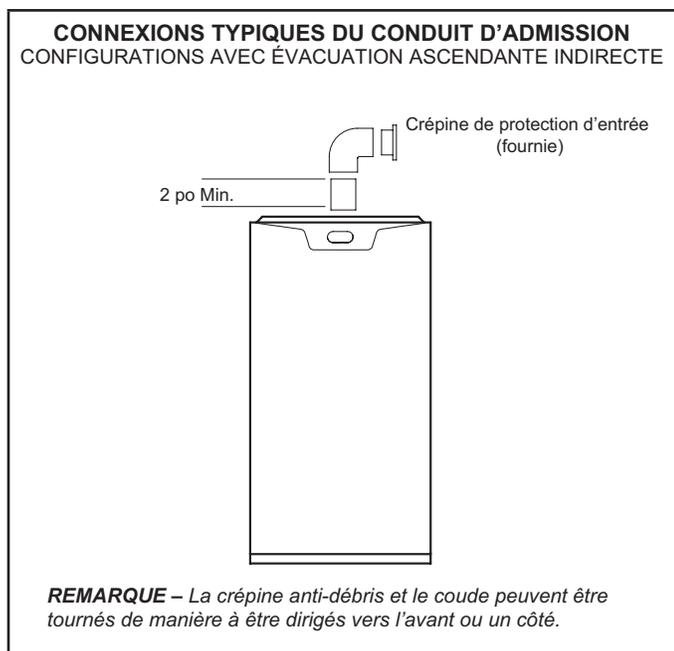
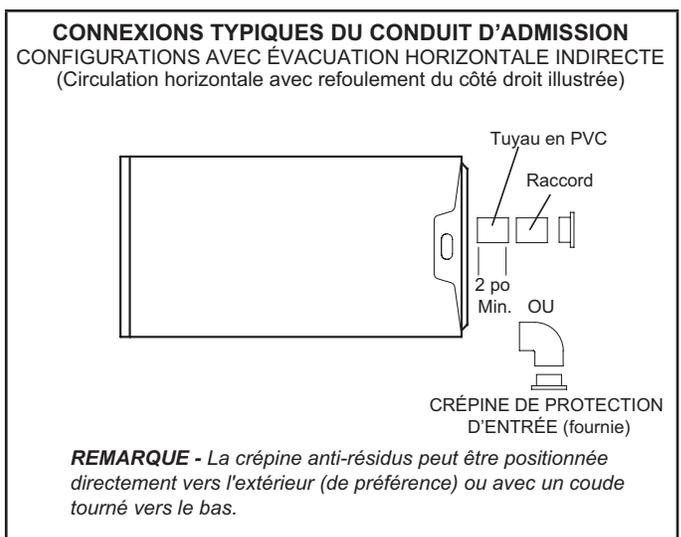

FIGURE 27
FIGURE 28
- 1 - Acheminez le conduit d'admission au moyen de pièces non fournies et de la crépine d'admission d'air fournie, comme illustré à la FIGURE 27 et FIGURE 28. Prévoyez un dégagement minimal de 3 po (76 mm) autour de l'ouverture d'admission. L'ouverture d'admission d'air (avec l'écran de protection) doit toujours être orientée vers l'avant ou de l'un des côtés en position ascendante, et à l'horizontale ou vers le bas en position horizontale.